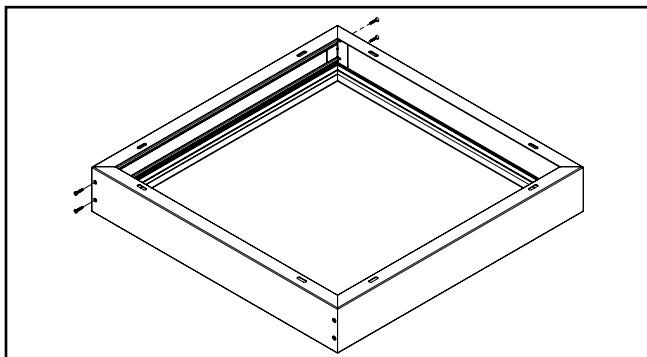

Figura 3.
- A3. Use los 8 tornillos incluidos para asegurar los rieles tipo "A" a los rieles tipo "B" (2 tornillos por esquina) como se muestra en la Figura 3.